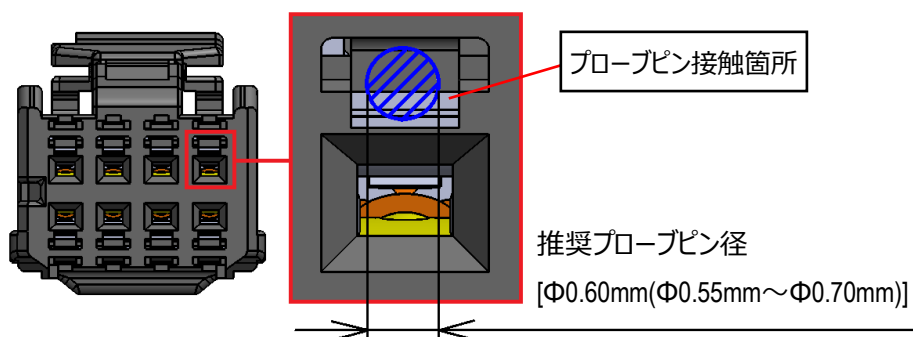

図 48 メス端子導通検査接点
② メスコネクタの導通検査を行う時はメス端子の指定箇所に 0.5N 以下の荷重でプローブピンを当ててください。（図 48 参照）
③ メス端子バネ変形の恐れがある為、メス端子内にはプローブピンを入れないで下さい。